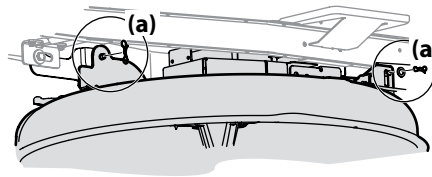

Figura 4-9
5. Extraiga los pasadores de chaveta con unión curva (a) que aún están sujetando la plataforma al tractor cortacésped, como se indica en la Figura 4-9.